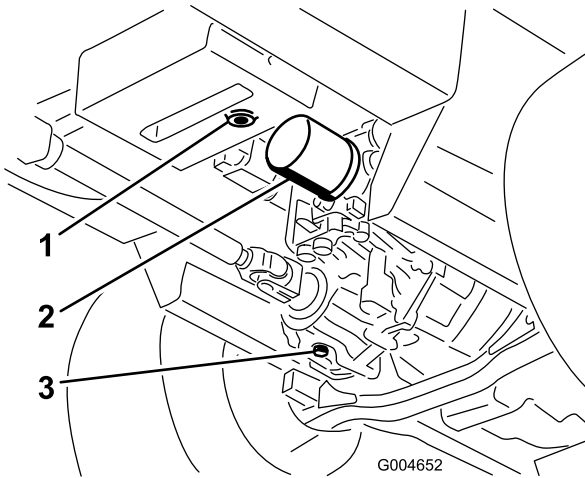

Bild 71
3. Stellen Sie eine große Wanne unter den Hydraulikbehälter und das Getriebe und nehmen Sie die Schrauben ab. Lassen Sie die Hydraulikflüssigkeit ablaufen (Bild 71).
4. Reinigen Sie den Bereich um den Hydraulikölfilter und nehmen Sie den Filter ab (Bild 71).